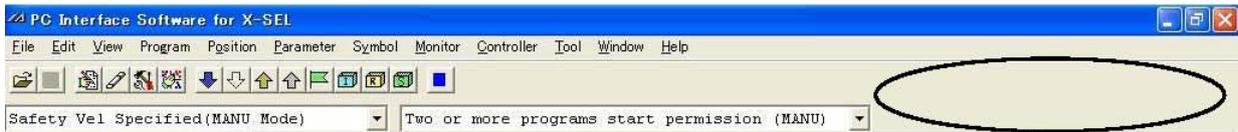

图 8.19 菜单栏
- (1) 在按住 Ctrl 按钮的同时点击工具栏的空白部(参考图 8.19)后，将显示图 8.20 所示的密码输入画面。